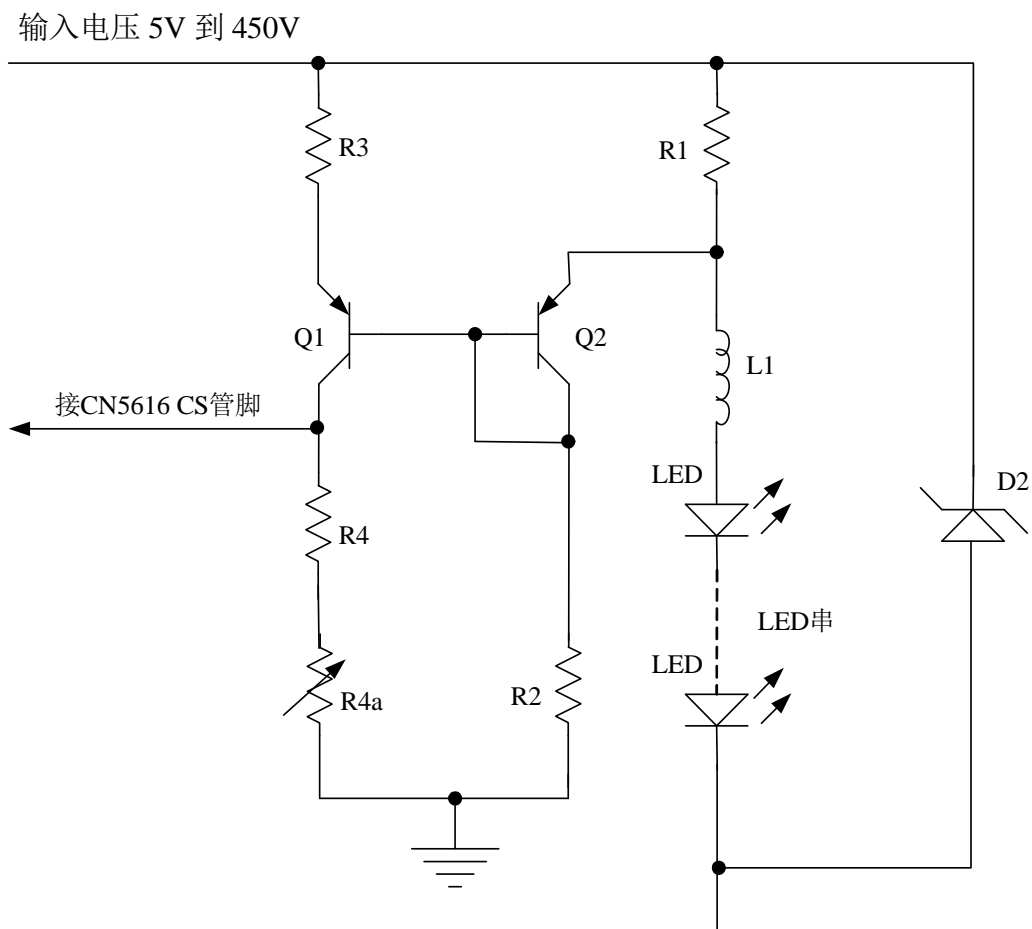

图3 用可变电阻控制亮度
2. 用可变电阻控制亮度，如图3所示。
在图3中，R4a是可变电阻，LED的电流随着R4a的增加而减小。